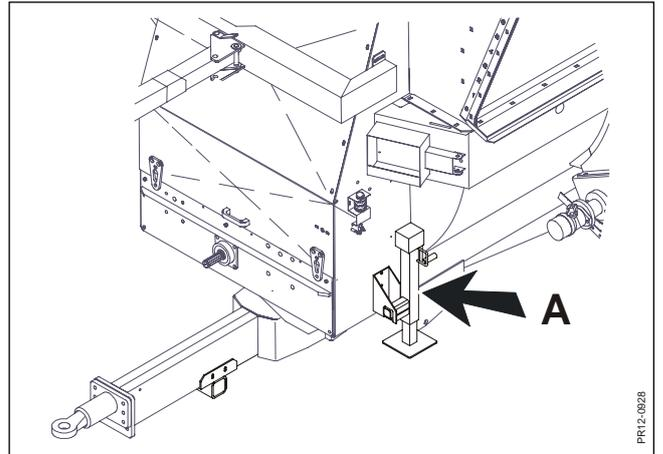

Fig. 4.9
- Fig. 4.9** Durante el transporte, la gata siempre debe estar guardada en el lugar apropiado (A).